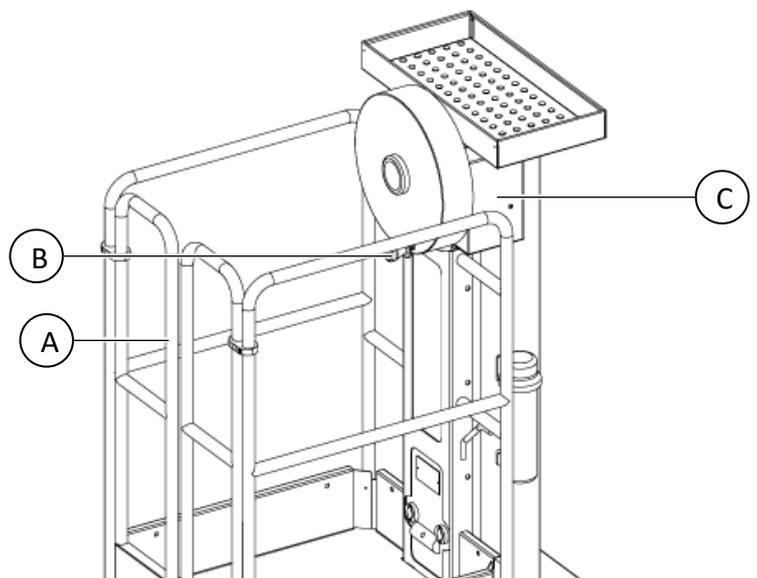

Abb. 10
9. Überprüfen Sie nach dem Einstieg in den Korb, ob sich die Korbtüren (A Abb. 10) automatisch schließen und sich nicht nach außen öffnen. Überprüfen Sie die Stifte und Federn auf Verschleiß und Beschädigungen.
10. Überprüfen Sie den Handradgriff (B Abb. 10) auf seine korrekte Funktionsweise. Steigen Sie dazu in den Korb (versuchen Sie nicht, den Griff zu bedienen, während Sie sich außerhalb des Korbs befinden). Ziehen Sie den Handradknopf zu sich heran und lassen Sie ihn dann los. Stellen Sie sicher, dass der Griff in seine Ausgangsposition zurückkehrt, um das Rad zu blockieren. Drehen Sie das Rad einmal im Uhrzeigersinn und dann gegen den Uhrzeigersinn. Stellen Sie sicher, dass sich der Griff frei in beide Richtungen bewegen lässt. Überprüfen Sie, ob der Kurbelknopf ordnungsgemäß mit einer M10-Mutter gesichert ist, und drehen Sie den Stift über die Kunststoffspitze.
11. Überprüfen Sie, ob die Gruppe mit Lastbegrenzer (C Abb. 10) sicher am Außenprofil befestigt ist.